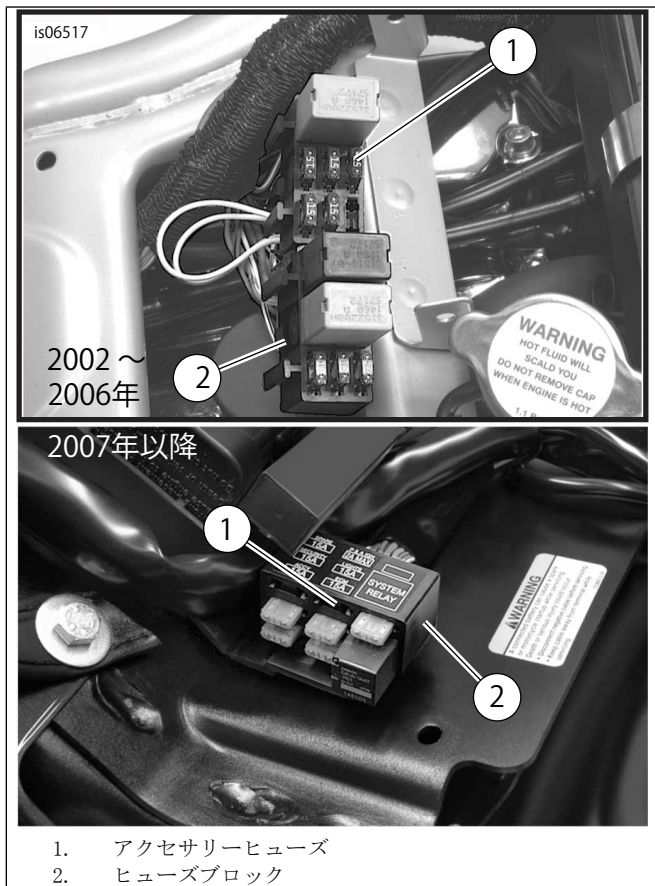

図15. アクセサリーヒューズの位置 (V-Rodモデル)
- 「図15」を参照してください。アクセス可能ポイントにあるヒューズブロック(2)近くのメインハーネス覆いのエリアを慎重に切り開き、以下の印のあるヒューズキャビティー(1)に至るオレンジ/白のメインハーネスワイヤーを切り取ります。